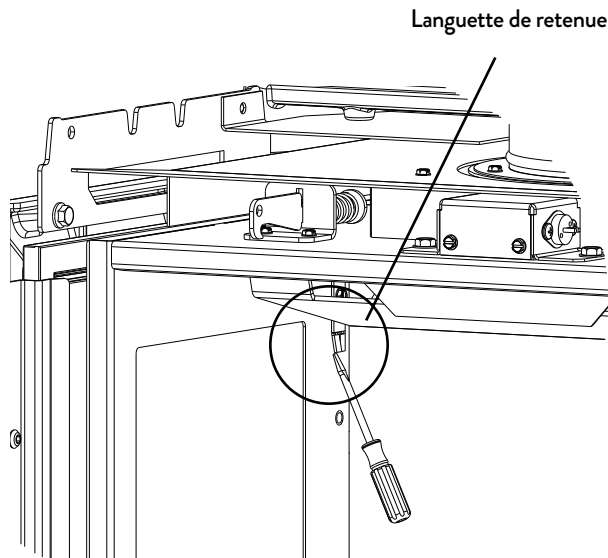

Figure 10.3. Pliez légèrement la languette avant de chaque côté.
1. Utilisez le tournevis pour plier légèrement la languette avant des attaches de retenue de chaque côté, seulement assez pour permettre au tournevis d'accéder par l'avant. Voir la figure 10.3.